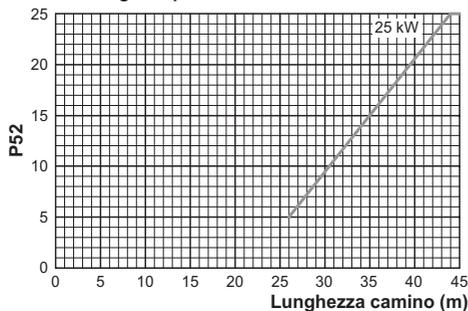
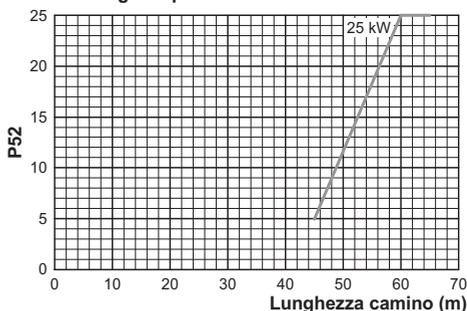

Figura 5.32
Figura 5.33
- Utilizzando i tasti 17 o 18 è possibile modificare il valore del parametro 09 e 27 da 0 a 100 (Figura 5.32 e Figura 5.33).